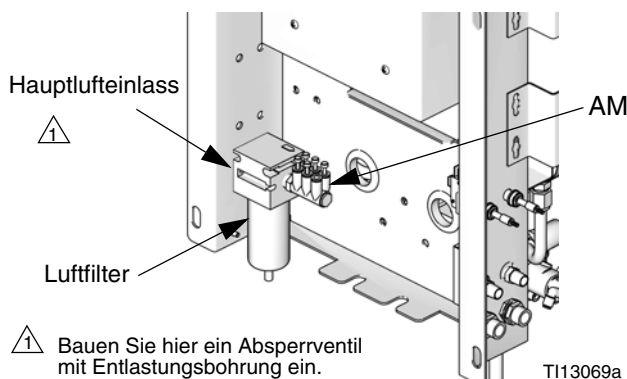

ABB. 4. Luftzufuhreinlass bei Wandmontage
2. Bauen Sie in den Steuerluftfiltereinlass an der wandmontierten Materialstation ein Absperrventil mit Entlastungsbohrung ein. ABB. 4.
Verwenden Sie für das Luftspülventil (APV) eine separate Spülluftzufuhrleitung. Verbinden Sie das Luftspülventil nicht mit der Hauptluftversorgung der Einheit oder mit dem Luftverteiler (AM, ABB. 4), um eine Kontaminierung der Magnetventile, der Luftlogikleitungen, der Hauptluftversorgung des Geräts für den Fall, dass das Luftspülventil (APV) und das Rückschlagventil (CV) ausfallen, zu vermeiden.